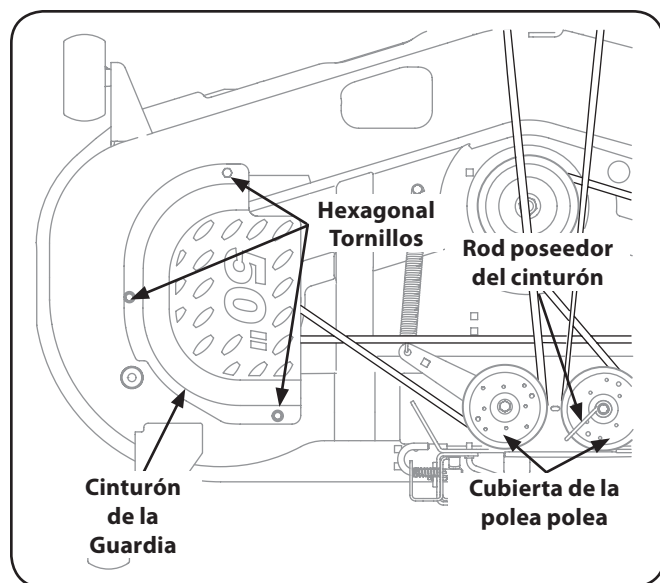

Figura 7-9
2. Quite la correa de guardias quitando los tornillos hexagonales que sujetan a la cubierta. Véase la Figura 7-9.